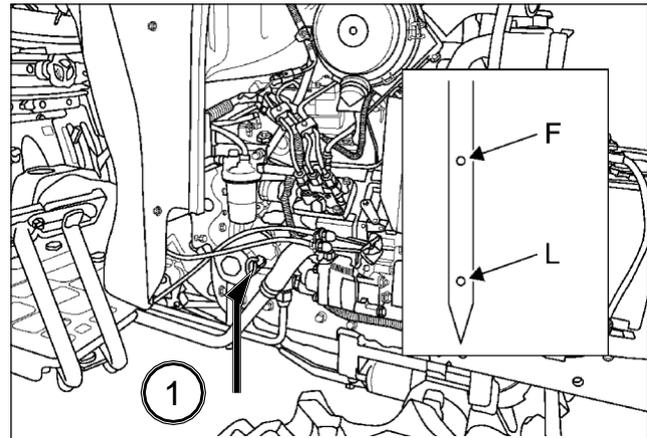

FIG. 90
FIG. 90: Para comprobar el nivel de aceite del motor - Estacione el tractor en una superficie plana. Asegúrese de que el motor se ha enfriado suficientemente antes de comprobar el nivel de aceite. Saque la varilla (1) y compruebe que el nivel de aceite se encuentra entre las marcas superior F e inferior L de la varilla. Limpie la varilla, introdúzcala de nuevo en el motor un instante y compruebe otra vez el nivel de aceite.